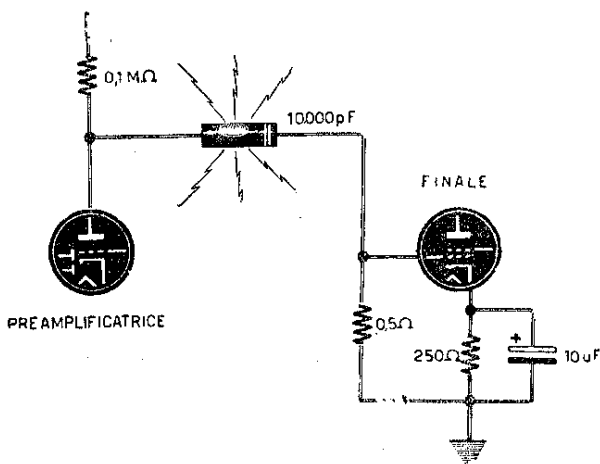

Fig. 132
**378** Condensatore inserito fra placca della valvola preamplificatrice di BF e valvola finale (fig. 132) in cortocircuito. Provvedere alla sua sostituzione.